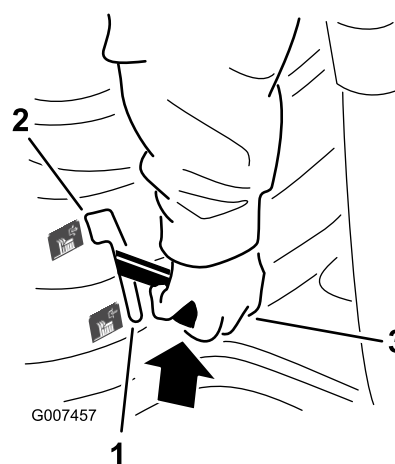

Figure 10
4. Mettez la commande des lames (PDF) en position désengagée (Figure 10).